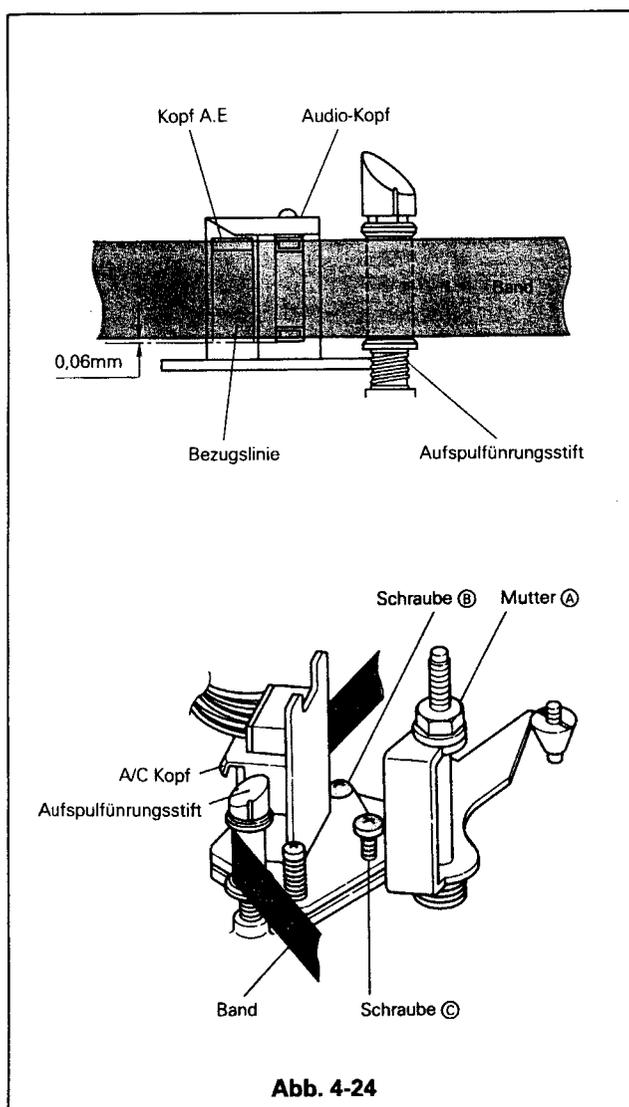

Abb. 4-24
2. Zur Einstellung die Mutter "A" so drehen, daß ein maximales Audio-Ausgangssignal mit den nachstehend angegebenen Werten erzeugt wird (Abb. 4-24).
3. Die Einstellschraube (C) für die Neigung so einstellen, daß das Band am unteren Teil des Aufspulführungsstiftes ohne Knittern entsprechend Abb. 4-24 entlangläuft.